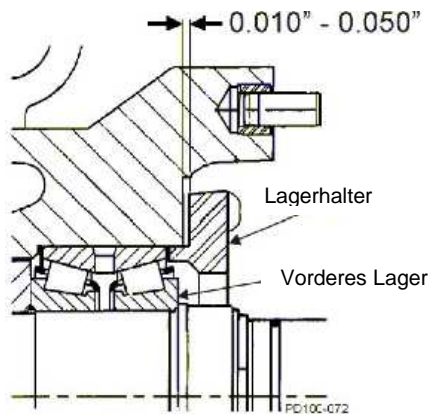

Abb.86 Spaltmaß f. Lagerhalter
5. Die Lagerhalterung muss fest am Lager anliegen. Lassen Sie einen Abstand von 0,010 bis 0,050 in (0,25 bis 1,25 mm) zwischen der Rückseite des Lagerhalters und der Vorderseite des Getriebegehäuses (Abb. 86). Wenn dieser Abstand nicht einzuhalten ist, platzieren Sie die Distanzscheiben zwischen Lager und Halterung.